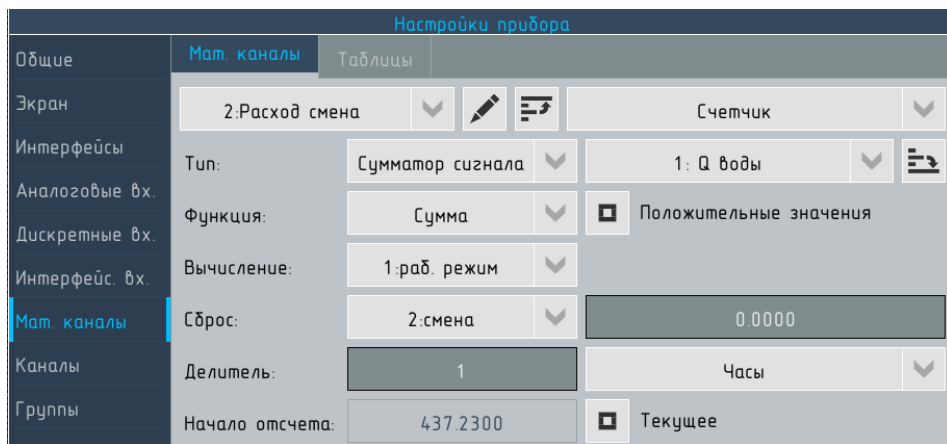

Рисунок 6.42 – Настройки прибора. Раздел "**Мат. каналы**", тип мат.канала "**Счётчик**" тип счётчика – "**Сумматор сигнала**"
- ▶ "**сумматор сигнала**" – в качестве аргумента такого счётчика может выступать любой из каналов прибора (см. рисунок 6.42);
Выбор типа счётчика производится с помощью выпадающего списка "**Тип**" см. рисунок 6.42.